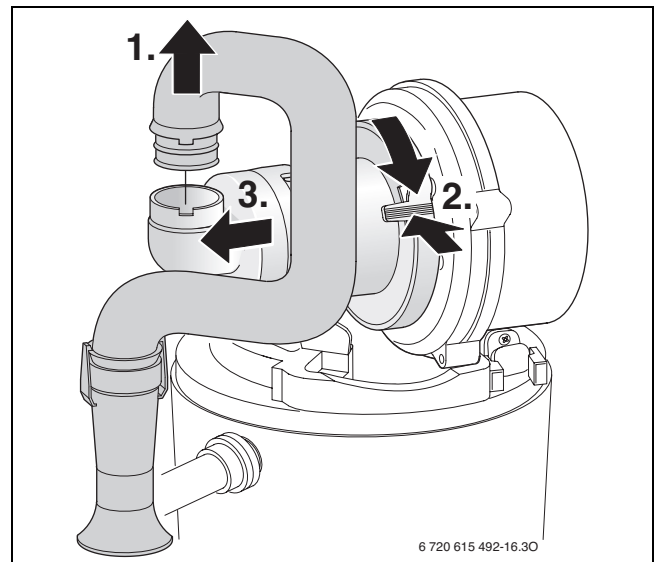

Bild 59 Saugrohr und Mischeinrichtung ausbauen
- Mischeinrichtung nach Bild 59 ausbauen.